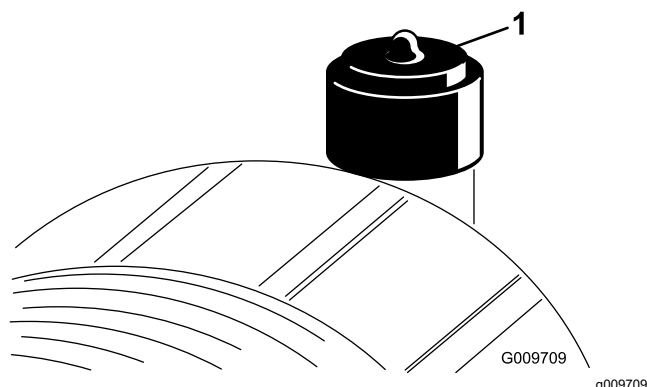

Figure 55
Faites l'entretien du filtre à air uniquement quand l'indicateur de colmatage (Figure 55) indique que cela est nécessaire. Ne remplacez pas le filtre à air plus fréquemment que nécessaire ; cela ne fait qu'accroître le risque de contamination du moteur par des impuretés quand le filtre est déposé.
2. Réarmez l'indicateur de colmatage (Figure 55) s'il est rouge.